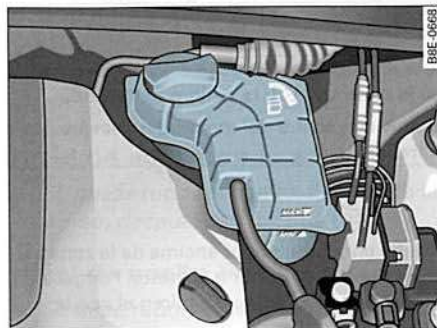

Fig. 218 Compartimento del motor: Depósito del líquido refrigerante
- Verifique el nivel del líquido refrigerante en el depósito de expansión del líquido refrigerante ⇒ fig. 218. Estando el motor frío, el nivel debe estar entre las marcas "min" y "max". Con el motor caliente, el nivel también puede estar un poco por encima de la marca "max".
- Ponga un paño sobre el tapón del depósito de expansión del líquido refrigerante ⇒ *página 254*, fig. 218 y desenrózquelo **con cuidado** girando hacia la izquierda ⇒